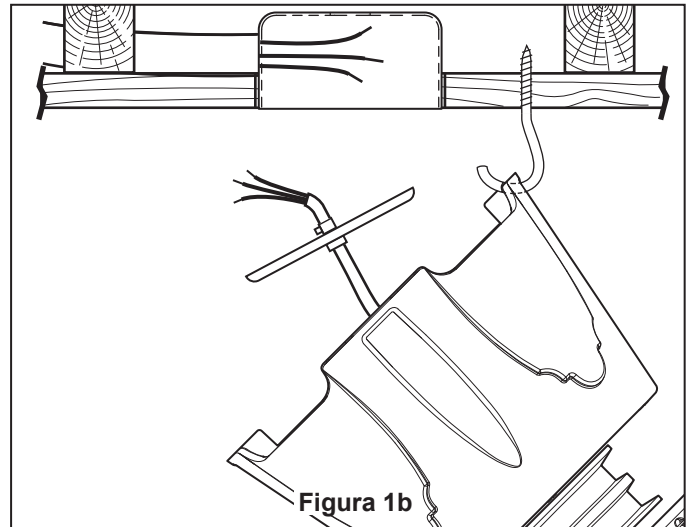

Figura 1b
3. Cuelgue la unidad del motor en el gancho del tirafondo para facilitar el cableado del motor del ventilador. (Figura 1b)